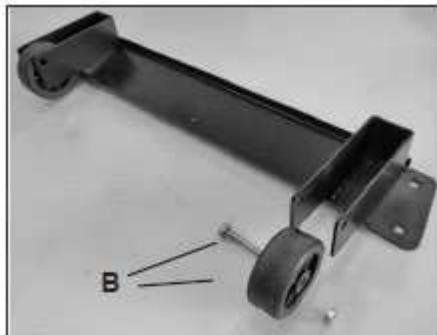

Рис. 2
2. Прикрепить два узла колес к нижней опоре С – в узел входят два колеса, две шайбы на 8 мм, два болта M8 x 50 (рис. 2).
Вставить в раму и колеса болты с шайбами и ввернуть их в противоположную стенку кронштейна для колес (рис. 2, А).